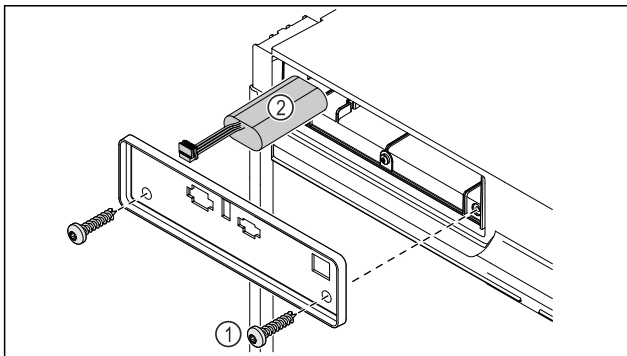

Fig. 228
- ▶ Викрутити гвинти і зняти кожух на задньому боці пристрою Fig. 228 (1).
- ▶ Батарею від'єднати та вийняти Fig. 228 (2).